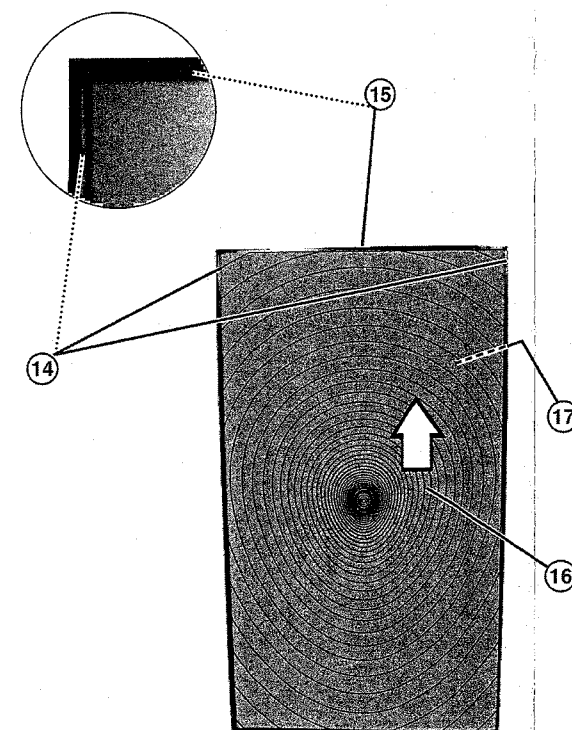

Fig. 11
- j - Schrauben **(14)** lösen und **(15)** entfernen (Abb. 11)
- k - Die Linsenscheiben "Fresnel" **(16)** und "Lentikular" **(17)** können nun aus dem Rahmen gezogen werden (Abb. 11)
- k - Rimuovere la lente **(16)** e lo schermo frontale **(17)** sfilandoli dallo schermo. (fig. 11)
- k - Retirar la lente **(16)** y la pantalla frontal **(17)** deslizándolas fuera del marco (fig. 11)